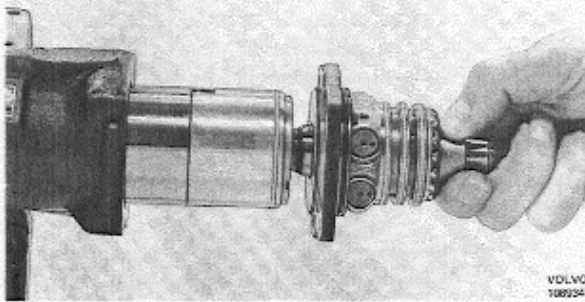

Abb. 98 Ausbau der kompletten Lenkschnecke
5. Schneckenwelle (69), Zwischenflansch (37) und Kraftkolben (29) aus dem Lenkgehäuse herausziehen, s. Abb. 98.